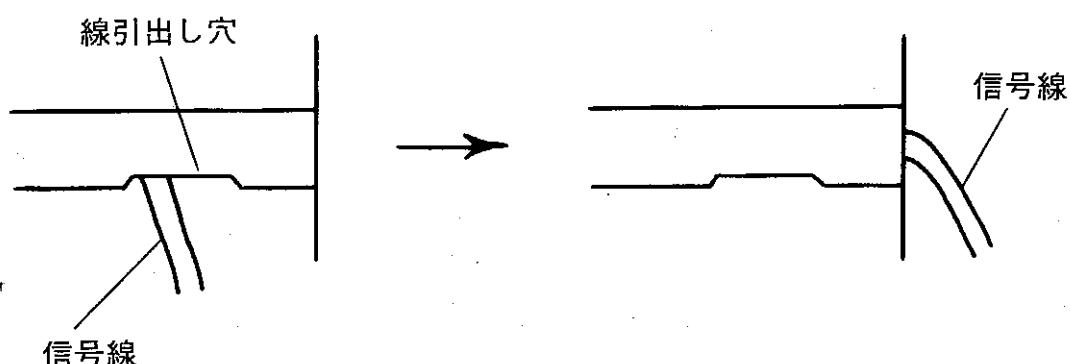
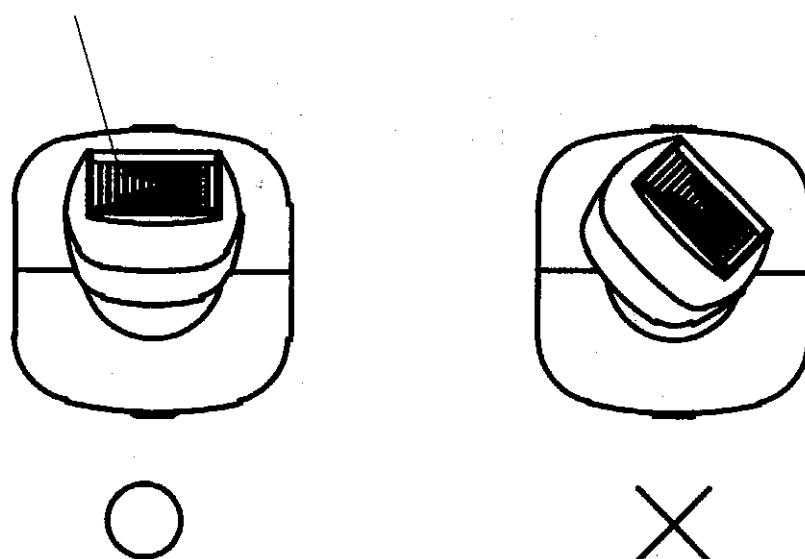

図4 コードの引き出し
図5 検出面の固定
- ① 水分センサのコードを取り付け面より貫通させて使用するときは、図4のようにコードをパイプロから引き出してください。
- ② 水分センサ部を付属のタッピングネジなどで固定して下さい。
- ③ 検出部の長さは六角ボルトで長さ調整ができます。 (430mm~580mm)
- ④ 六角ボルトで固定する際、図5のように検出面が真上を向くように(検出面が横に傾かないよう)に固定して下さい。